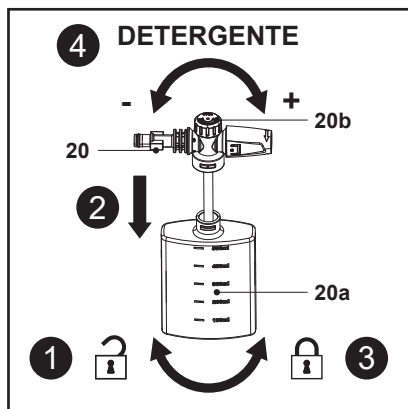

Fig. 13
Reabastecer e utilizar detergente conforme ilustrado na Fig. 13.
1. Segure o bocal do recipiente de detergente (20) e, em seguida, desbloqueie e remova o recipiente (20a) (Fig. 13, passo 1).
2. Certifique-se de que o tubo de fornecimento de água está devidamente fixo ao bocal do detergente (20).
4. Coloque o bocal do recipiente de detergente (20) no recipiente (20a) (Fig. 13, passo 2).
5. Segure o bocal do recipiente de detergente (20) e, em seguida, bloqueie o recipiente (20a) firmemente no mesmo (Fig. 13, passo 3).
6. Rode o botão ajustável (20b) para a direita para realizar uma lavagem com detergente em alta dose e para a esquerda para efetuar uma lavagem com detergente em baixa dose (Fig. 13, passo 4).
7. Monte o bocal do recipiente de detergente (20) na pistola de pulverização (15).
8. O bocal do recipiente de detergente (20) está pronto a ser utilizado.